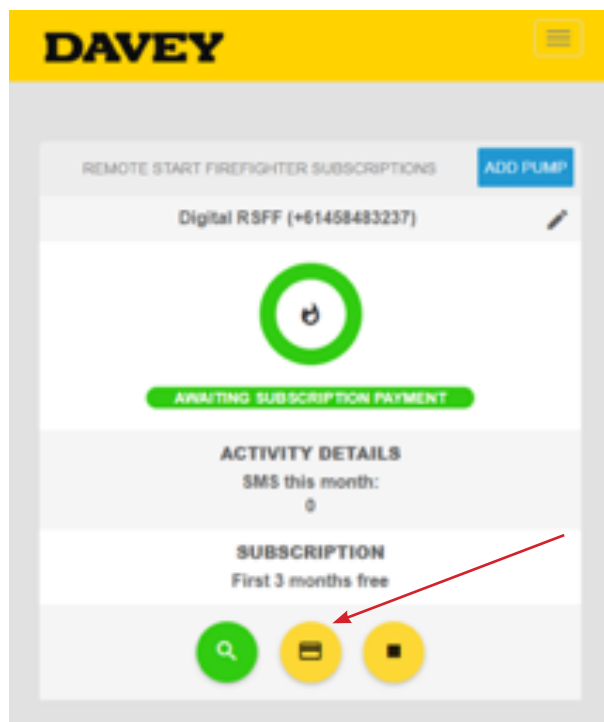

Figura 7.17
- > Per effettuare un pagamento, o rinnovare un abbonamento, cliccare sul simbolo "CARD" (CARTA) (*Figura 7.17*);